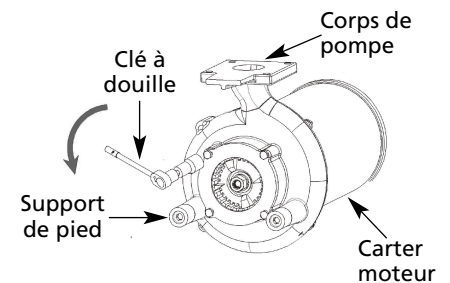

Figure 7
Reportez-vous aux figures 7 à 12
1. Pour nettoyer la volute ou remplacer le couteau et la turbine, débranchez l'alimentation. Débranchez la tuyauterie de refoulement. Démontez le coude à l'aide de clés. (Voir les Figures 7 et 8)